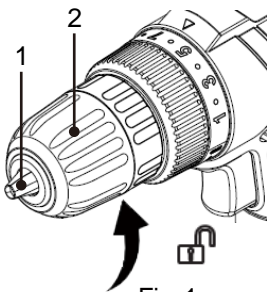
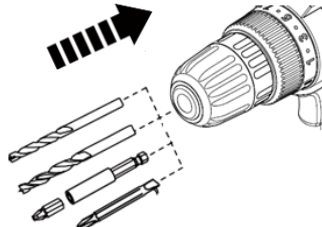

Fig. 1
Fig. 2
- > Gire la camisa del portaútiles (2) en sentido antihorario hasta que las pinzas del portaútiles (1) se abran lo suficiente para insertar el útil (Fig. 1). Inserte el útil hasta el fondo (Fig. 2). Si utiliza una punta de atornillado de 25 mm, insértela en un soporte para puntas.